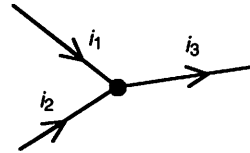

Figure 4.6 Nœud N
1) La somme des courants qui arrivent à un nœud est égale à la somme des courants qui en partent. Exemple (Fig. 4.6) :
2) La somme algébrique des courants aboutissant à un nœud est nulle. Exemple (Fig. 4.6) :